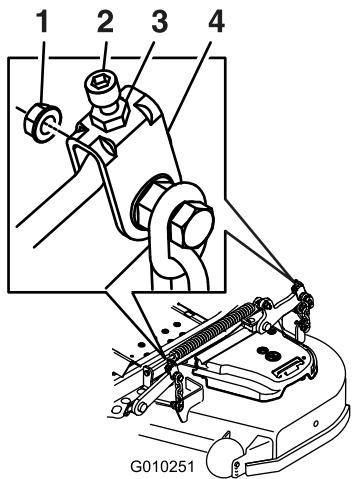

Bild 98
11. Drehen Sie die Einstellmutter am Frontmähwerkhub für in **Bild 98** abgebildete Mähwerke, um eine genaue Einstellung zu erreichen (**Bild 98**).
17. Drehen Sie den Einstellschraube, um eine Höhe von 8,3 cm zu erhalten (Bild 98).